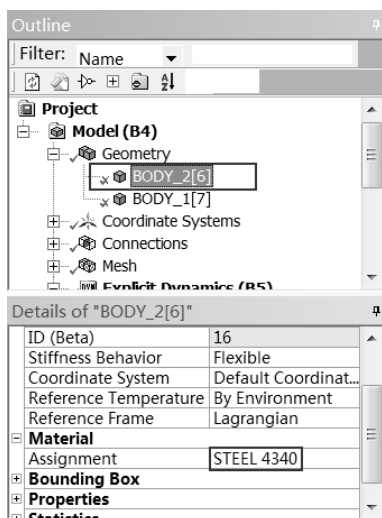

图 11-14 材料赋予（1）
Step2 : 如图 11-14 所示 , 在 Outline 中选择 Model(B4) Geometry BODY_2[6] 命令 , 在 Details of“BODY_2[6]” 面板的 Material Assignment 中选择材料 STEEL 4340。